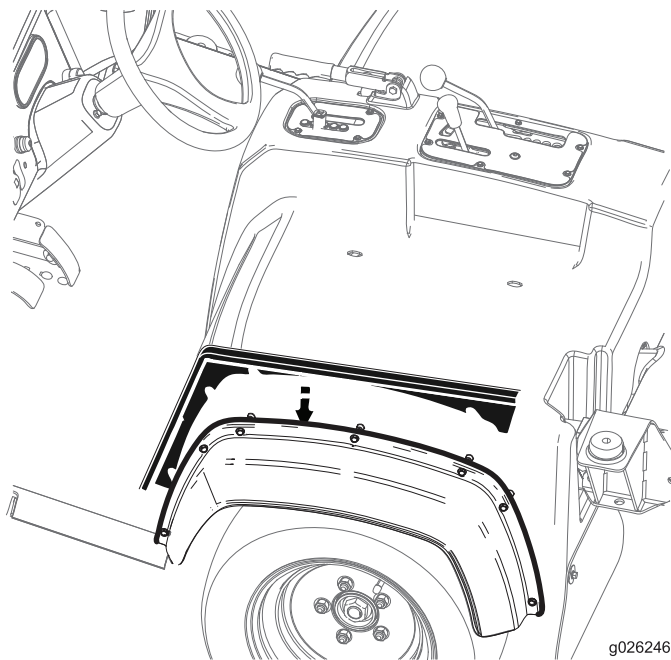

Figure 24
2. Glissez les panneaux latéraux entre le carénage des sièges et les ailes, comme montré à la Figure 24.